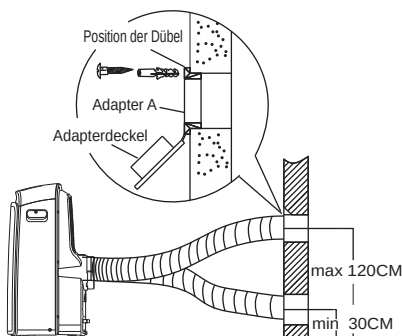

Abb.18
1. Bereiten Sie die Bohrung in der Wand. Montieren Sie den Abluftadapter A an der Wandaußenseite mit den 4 Dübeln und Holzschrauben. Schrauben Sie den Adapter fest (Abb. 18).